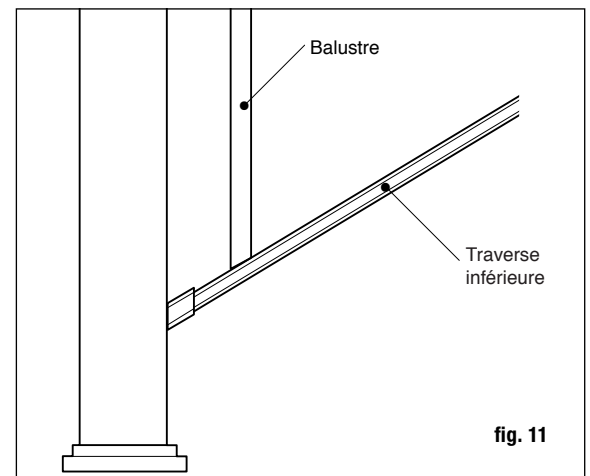

fig. 11
**Étape 8** Placez un balustre dans chaque trou fraisé de la traverse du bas. Assurez-vous que le balustre est complètement assis sur la rampe (fig 11).